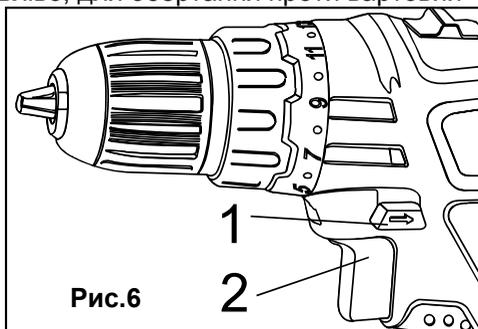

Рис.6
Перемикач напрямку обертання (1) розташований над кнопкою включення (2) (Рис. 6). Для обертання за годинниковою стрілкою перемикаєте його вліво, для обертання проти вартовий – вправо.